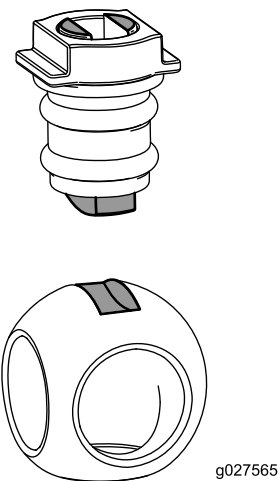

图 112
6. 将球插入阀体(图 112)。
注意 阀杆应能够插入球驱动槽内部。如果阀杆不能插入请调整球的位置(图 112)。